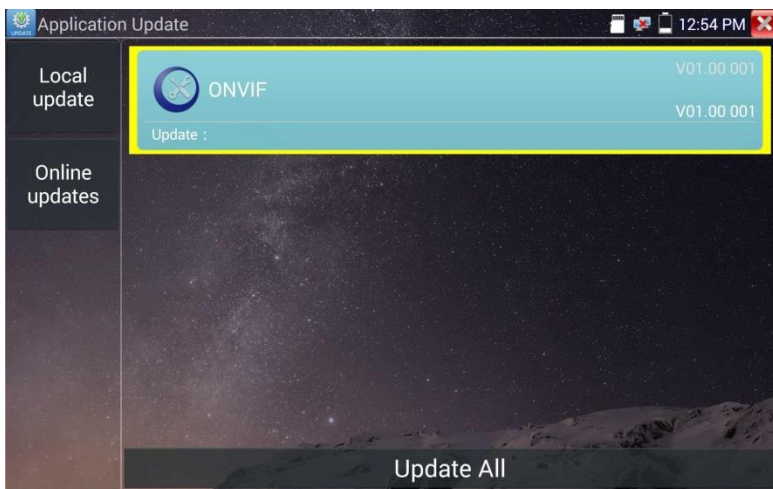

Рис. 137 Интерфейс приложения «Обновление прошивки» (Update)
1. Скопируйте файл прошивки, заранее скачанный с сайта WWW.TEZTER.RU на карту памяти в директорию Update. Если такой директории на карте памяти нет, создайте ее самостоятельно. Найдите ярлык приложения «Обновление прошивки» (Update) на рабочем столе тестера и запустите его, рис. 137